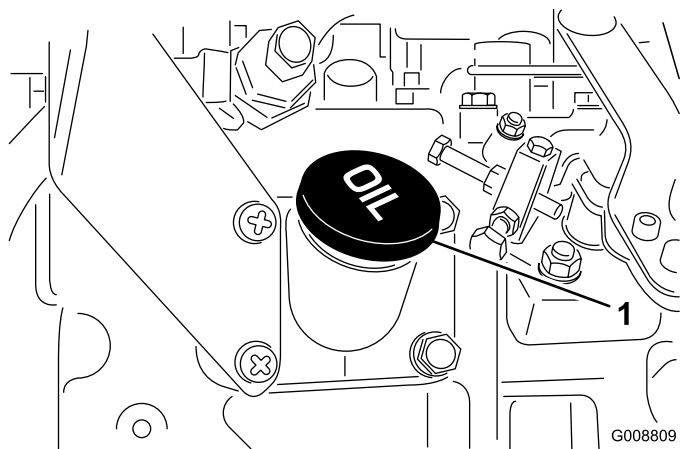

図 13
4. 不足している場合は、キャップ図 13を取り、Full 位置までオイルを補給する。入れすぎないでください。